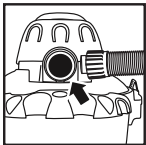

FIGURA 27
45. Esta aspiradora puede utilizarse como un soplador potente. Para utilizar la unidad como un soplador, extraiga cualquier obstrucción de la manguera. Inserte la manguera de la máquina dentro del puerto del soplador en la parte posterior de la unidad. **FIGURA 27.** Tuerza